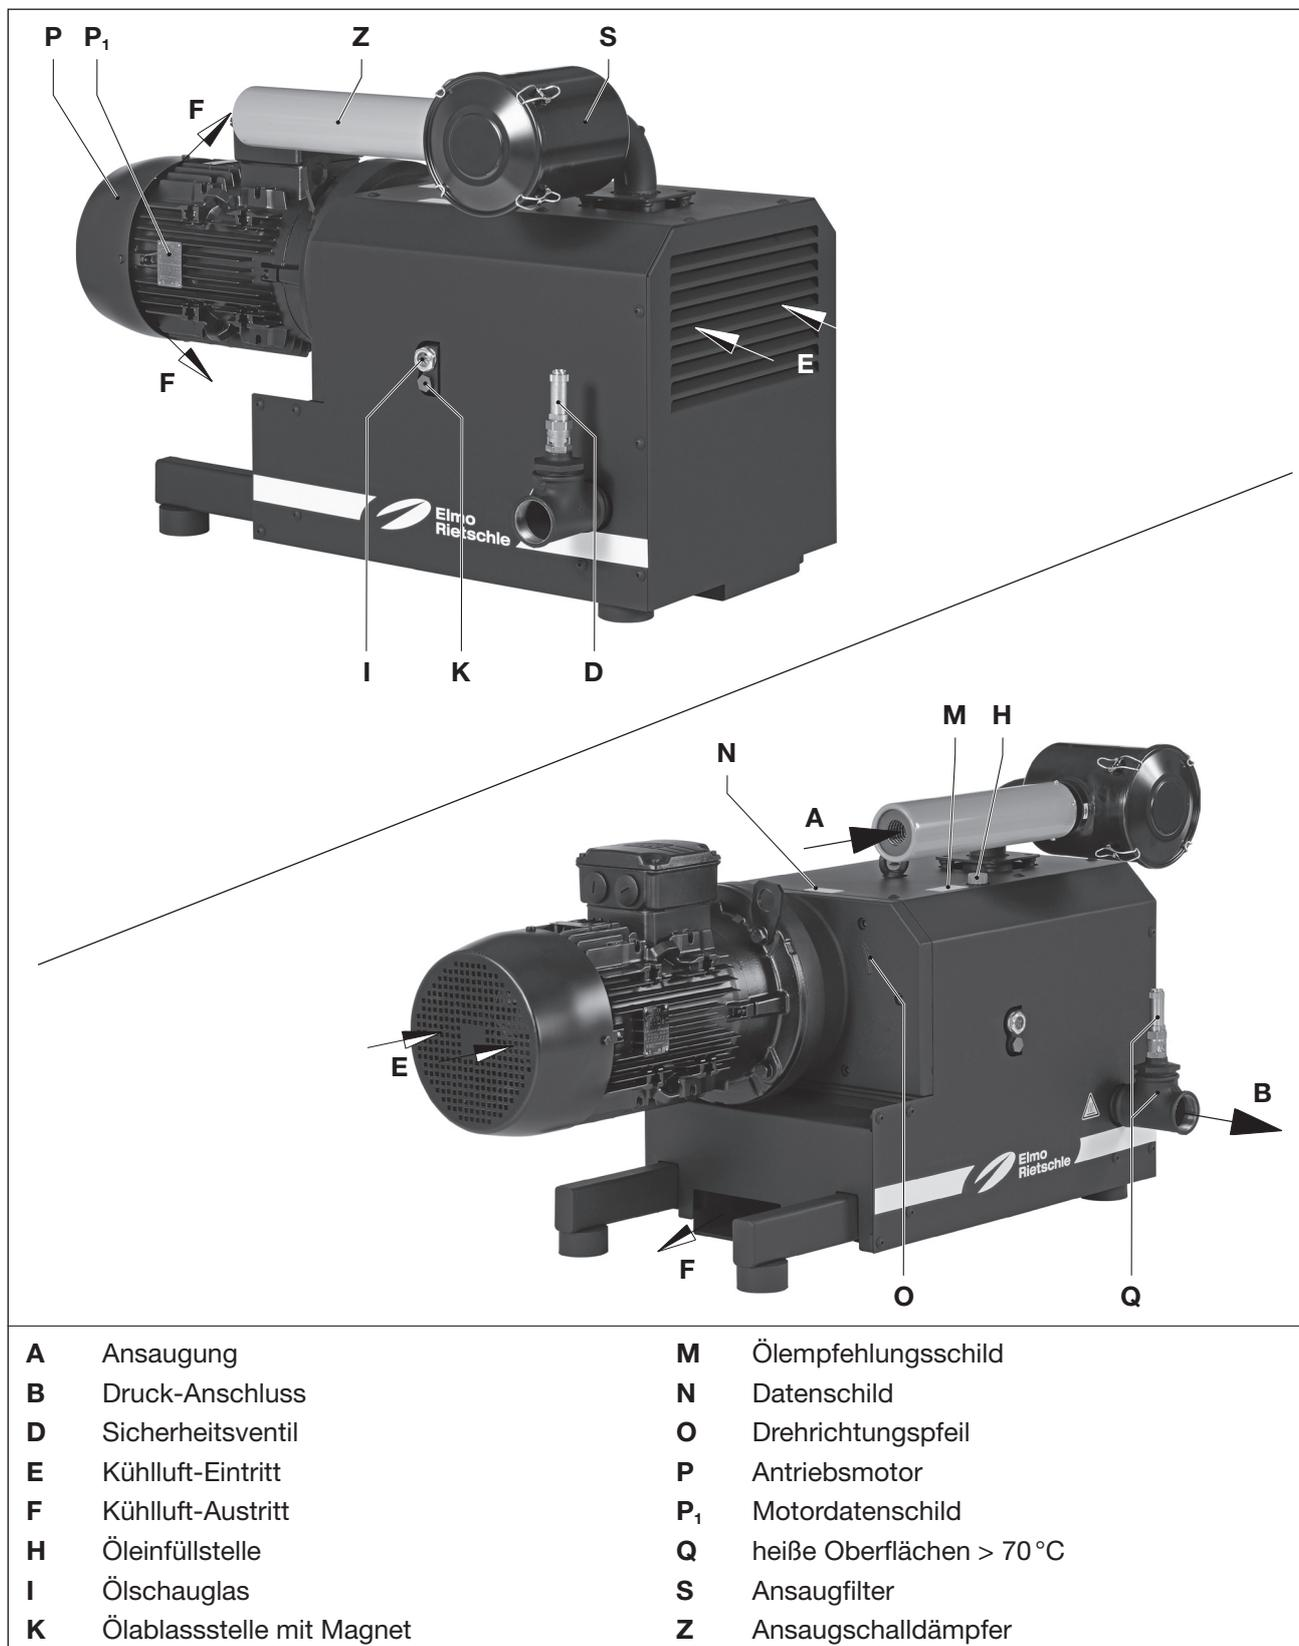

Abb. 2 Verdichter C-DLR 301
- Öleinfüllstelle (Abb. 2/H), Ölschauglas (Abb. 2/I) und Ölablass (Abb. 2/K) müssen leicht zugänglich sein.
Der Druckanschluss befindet sich seitlich an der Maschine (Abb. 2/B).
a) Blindstopfen/Klebefolie an der Ansaugung (Abb. 2/A) und am Druckanschluss (Abb. 2/B) entfernen.
Rohrleitung an den Druckanschluss (Abb. 2/B) anschließen.